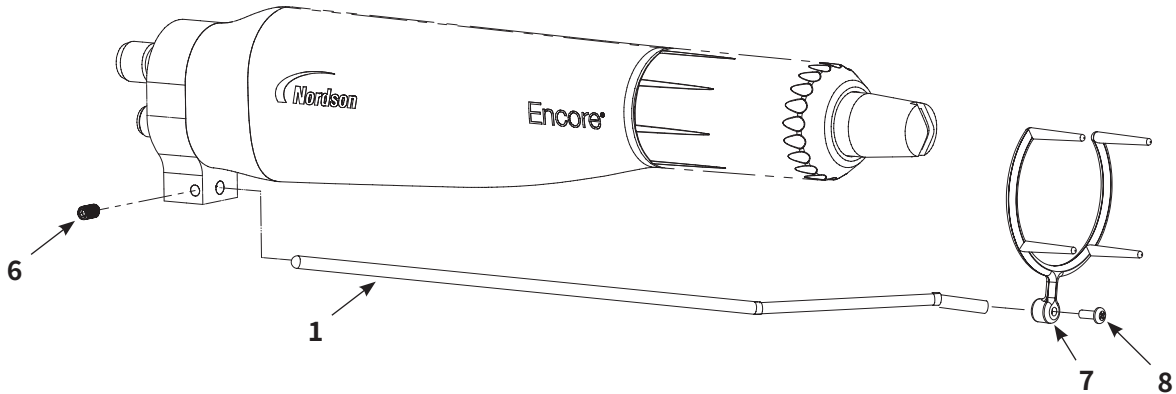

図6 イオンコレクターの設置 - バー取り付け式ガン
1. 図6を参照。コレクターロッド (1) を接地板に挿入し、イオンコレクターキットに含まれている M5 x 8 止めネジ (6) で固定します。
2. マルチポイントティップ (7) を M3 x 8 ネジ (8) でコレクターロッドに取り付けます。